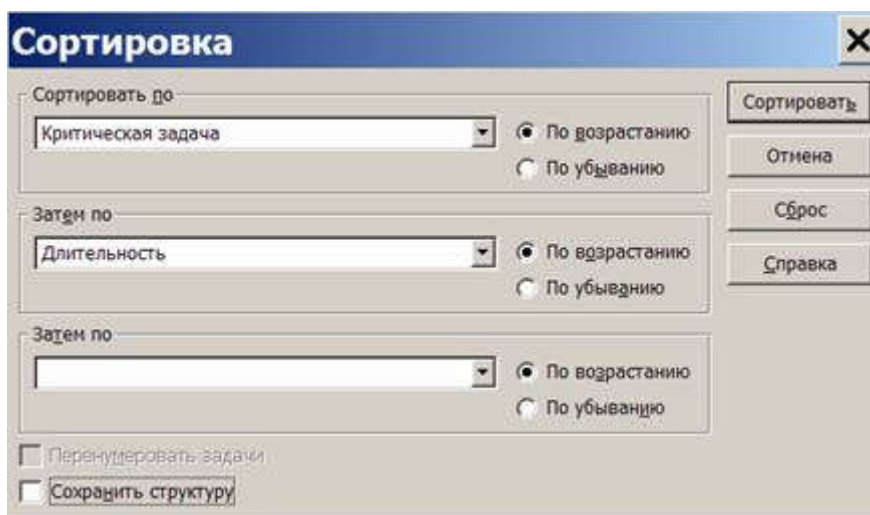

Рис. 4.25. Окно параметров сортировки
2. В открывшемся окне (рис. 4.25) установить уровни сортировки (каждый последующий уровень действует только в пределах одинаковых значений предыдущего): Сортировать по – Критическая задача, Затем по – Длительность.